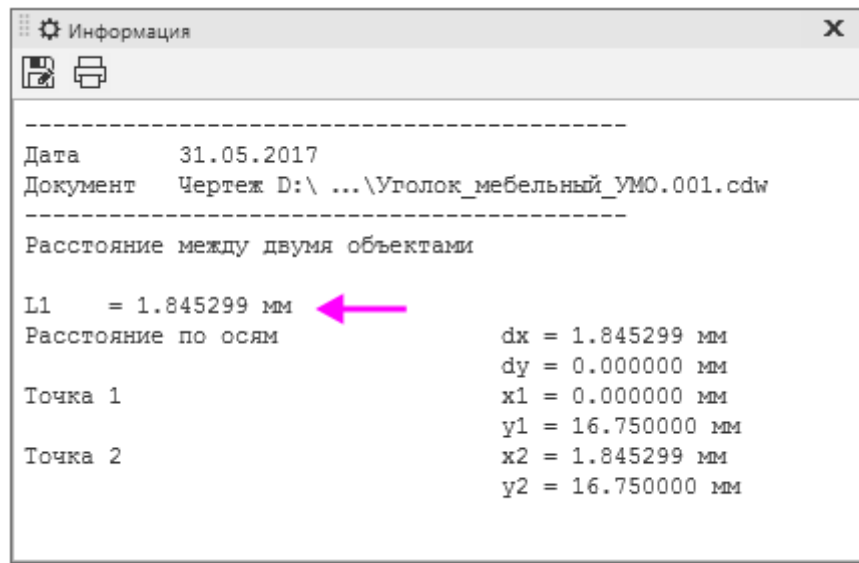

Рисунок 2
- Чтобы сделать окно видимым, щелкните по нему мышью. «Перетащите» его за заголовок в удобное место. (рисунок 2)